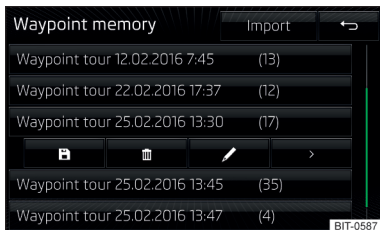

Abb. 247
- Die gewünschte Wegpunkttour auswählen » Abb. 247 auf Seite 206.
➤ Die gewünschte Wegpunkt-tour und anschließend einen der folgenden Menüpunkte wählen » Abb. 247.